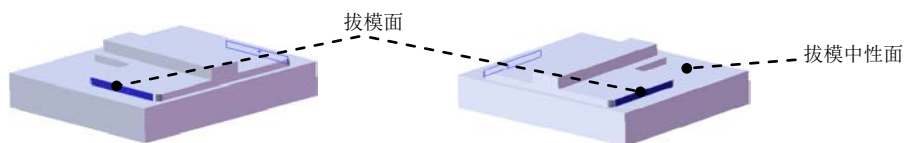

图 16.6.10 拔模参考面
(2) 定义拔模中性面。在 **中性面(N)** 区域的  中选取图 16.6.10 所示的表面作为拔模中性面。
(3) 定义拔模面。在 **拔模面(F)** 区域的  中选取图 16.6.10 所示的表面作为拔模面。